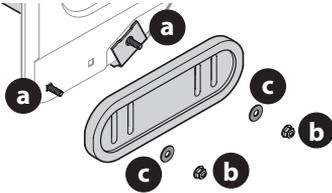

Figura 76
2. Gire y vuelva a montar las zapatas antideslizantes nuevas con los cuatro pernos del carro (a) (dos a cada lado) y las tuercas hexagonales con reborde (b) y las arandelas planas (c) (Figura 76).